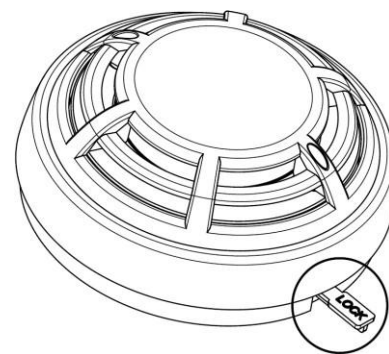

Fig.4
- Si le détecteur est verrouillé à la base, pour le déverrouiller, insérez d'abord la clé à l'emplacement spécifié (Fig. 4) et tournez le détecteur dans le sens antihoraire ;